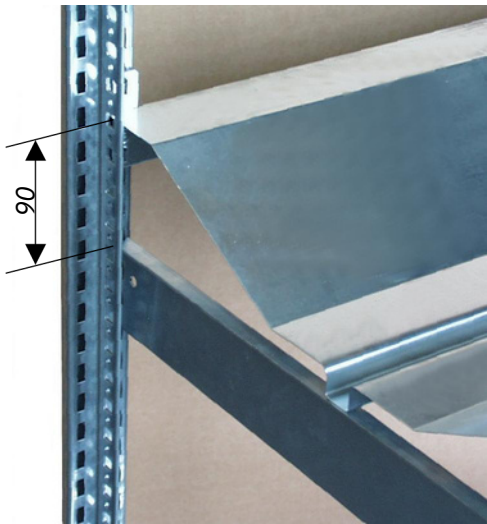

Abb. 4
- 2.4 Die Schlauchwannen auf die Traversen legen (Abb. 4).